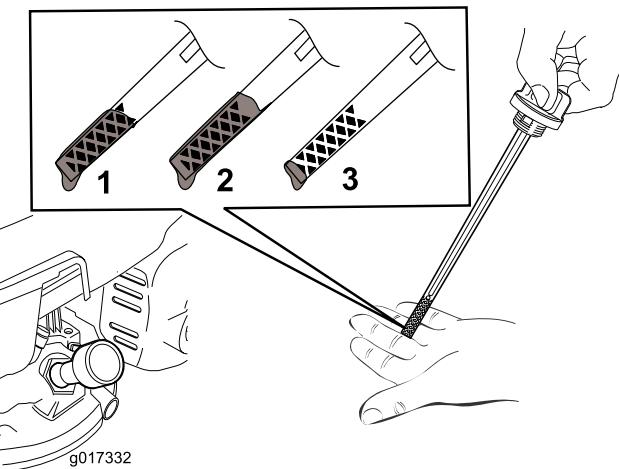

图7
2. 拆下量油尺 (图7)。
注意 向发动机曲轴箱添加机油直到量油尺显示机油油位达到 图7 中所示的正确位置。如果发动机加注机油过多则需要按照 更换机油 \(页码 14\) 的说明去除多余机油。